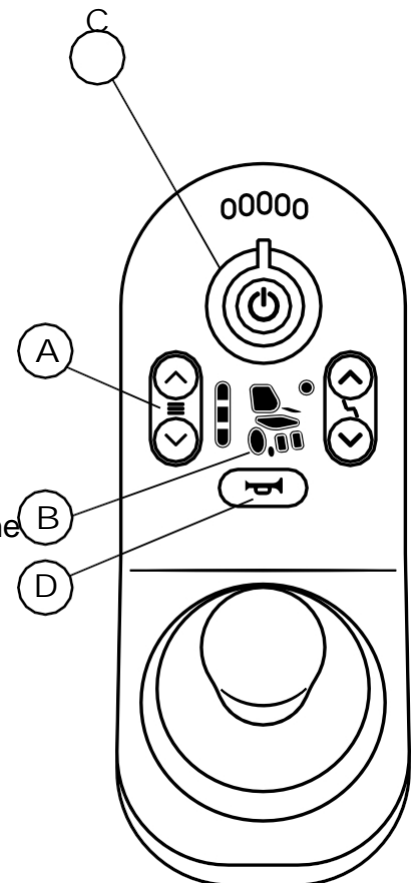

Fig. 5.6 Controllo delle funzioni di guida aufderLiNX REM211.
I comandi delle funzioni di guida si trovano in Fig. 5.6.
- La selezione del profilo di guida avviene tramite i pulsanti corrispondenti (A), vedi fig. 5.6.